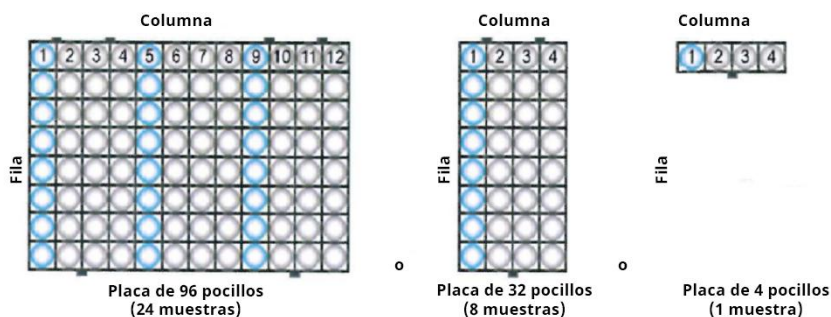

Figura 7. Configuración del instrumento.
1. Etiquete y prepare placas de 4/32/96 pocillos (columnas 2-4, figura 7) según la tabla 13.
3. Pipetee 20 µl de Proteinase K en el fondo de la primera columna y añada 200 µl de muestra (consulte la figura 7).